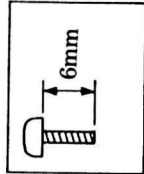

图 23
- 步骤: ① 卸下3个螺钉(R), 如图23所示;
- ② 取下屏蔽盒;